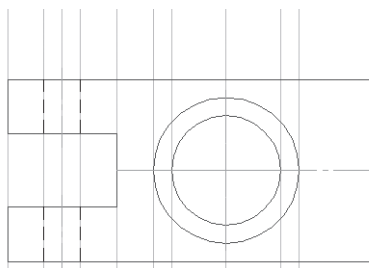

Рис. 296
- чтобы построить *вид главный*, проведите проекционные связи от каждой точки контура вида сверху ( – **Вертикальная прямая**, панель расширенных команд  – **Параллельная прямая**) – рис. 296;